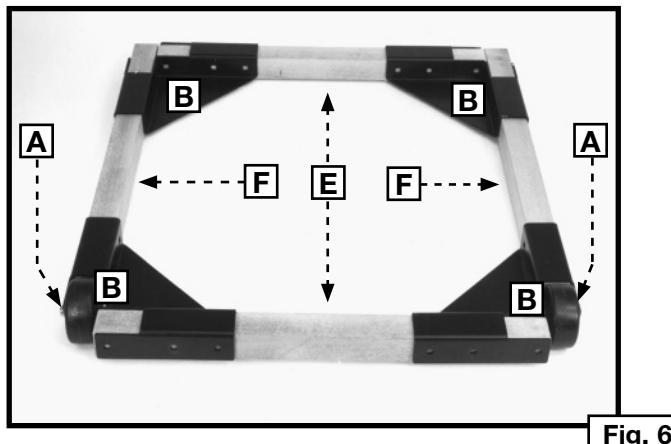
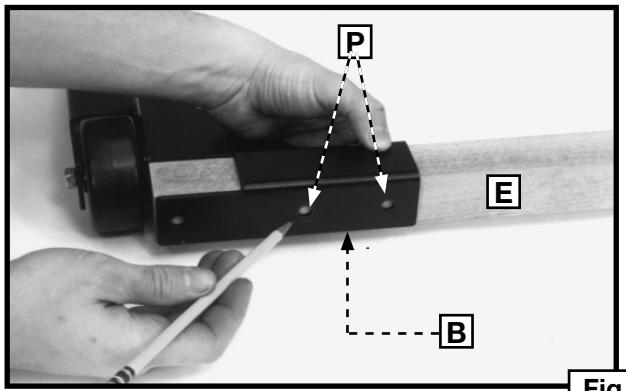

Fig. 6
Fig. 7
- Ubique las piezas en los soportes para esquina (B), Fig. 6, como quedarían colocadas en el montaje final de la base móvil. Asegúrese de que las piezas laterales (F), Fig. 6, se hallen aproximadamente a 12,7 mm (1/2") de las dos ruedas (A). Mida las dimensiones interiores de la base móvil armada (Fig. 6). Las medidas deberían aproximarse a las dimensiones de la máquina. Si es necesario realizar ajustes, corte piezas laterales o extremas nuevas de modo que encajen o ajuste la posición de las tablas en los soportes.
7. Coloque las tablas laterales y extremas (E y F), Fig. 6, adentro y al ras contra la parte superior de los soportes extremos (B), Fig. 7. Marque los lugares donde taladrará orificios pasantes de 11,11 mm (7/16") de diámetro en las tablas de la base de madera.
NOTA: Taladre cuatro orificios en las cuatro áreas internas de cada soporte, dos de los cuales se muestran en el punto (P), Fig. 7. Taladre en total 16 orificios para apoyar las tablas en los cuatro soportes.